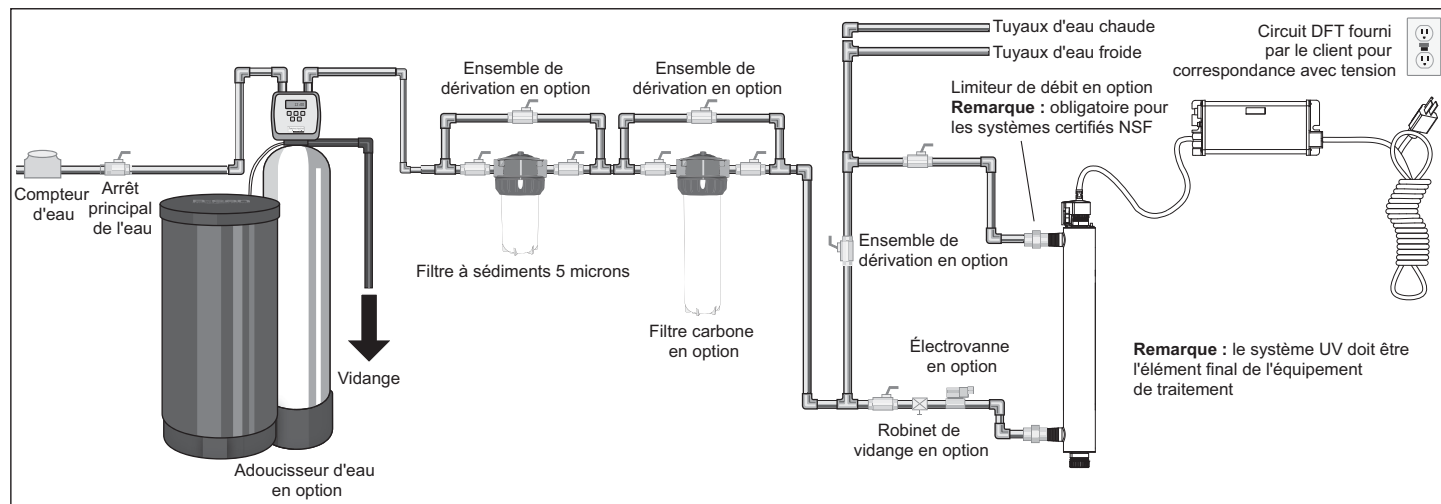

Figure 2 Système de désinfection
- La Figure 2 décrit l'installation d'un système de désinfection et des composants connexes qui peuvent être utilisés pour l'installation. L'utilisation d'un ensemble de dérivation est recommandée dans le cas où le système nécessite une maintenance « hors ligne ». Dans ce cas, notez que le système nécessite une désinfection supplémentaire pour le système de distribution si de l'eau est utilisée pendant la dérivation. De plus, pendant la dérivation, l'eau NE sera PAS désinfectée et une étiquette « NE PAS CONSOMMER L'EAU » doit physiquement être installée sur l'ensemble de dérivation jusqu'à ce que le système soit assaini et à nouveau en service. Pour plus d'informations, consultez la Section 3.2. Si l'eau doit être consommée pendant que le système est hors ligne, l'eau doit être bouillie pendant deux minutes avant d'être consommée.